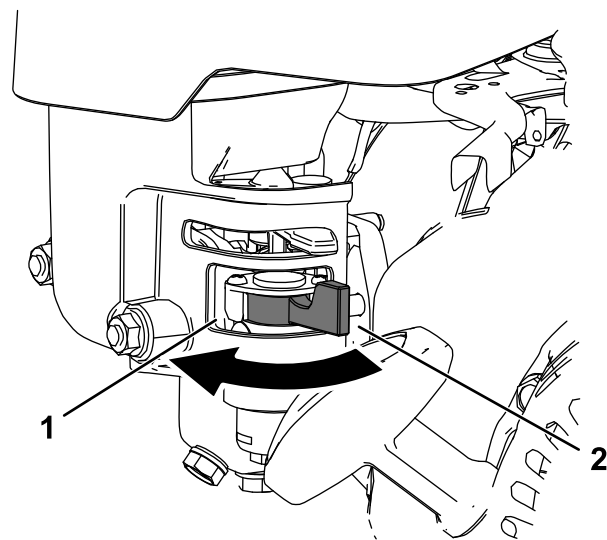

Bild 18
- Um das Kraftstoffventil zu öffnen, drehen Sie den Hebel am Kraftstoffhahn in Richtung des Rücklaufstartergriffs (Bild 18).
- Um das Kraftstoffventil zu schließen, drehen Sie den Hebel am Kraftstoffhahn vom Rücklaufstartergriff weg (Bild 18).